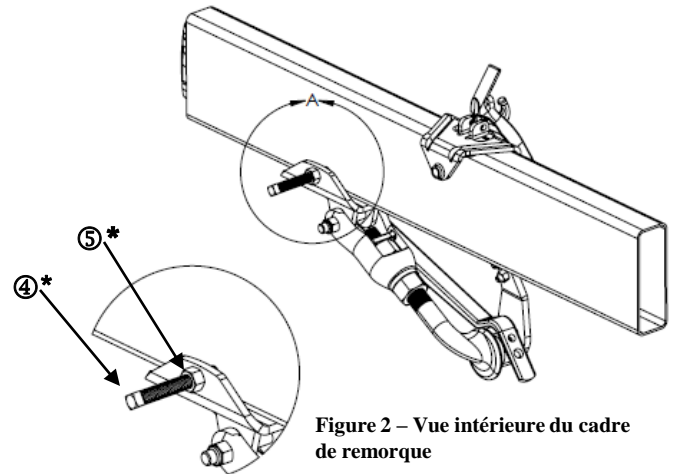

Figure 2 – Vue intérieure du cadre de remorque
- Placer temporairement le support de chaîne au-dessus du bras de came. (Lors de l'accouplement, la position du support doit être ajustée de façon que la chaîne se trouve à la verticale avant le remorquage). Serrer le boulon du support de chaîne illustré à la figure 2 contre le cadre.